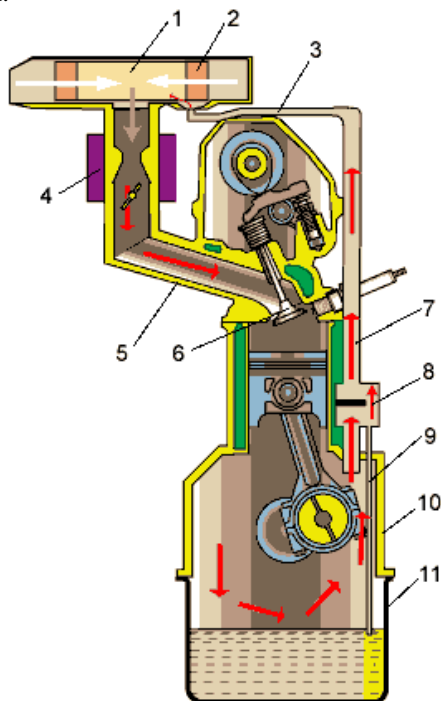

Рис. 4. Схема вентиляции картера двигателя:
*Вентиляция картера карбюраторного двигателя* (рис. 4) обеспечивает отсос из картера и отвод во впускной трубопровод паров бензина и выхлопных газов, которые попадают в нижнюю часть карбюраторного двигателя.